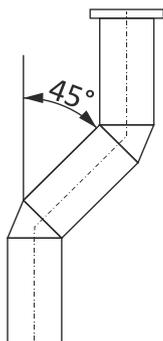

Figura 4
- La salida de humos ideal debe ser realizada en vertical y no cambiar de dirección en un ángulo superior a 45°, preferiblemente 30°, con respecto a su posición vertical, ver figura 4.